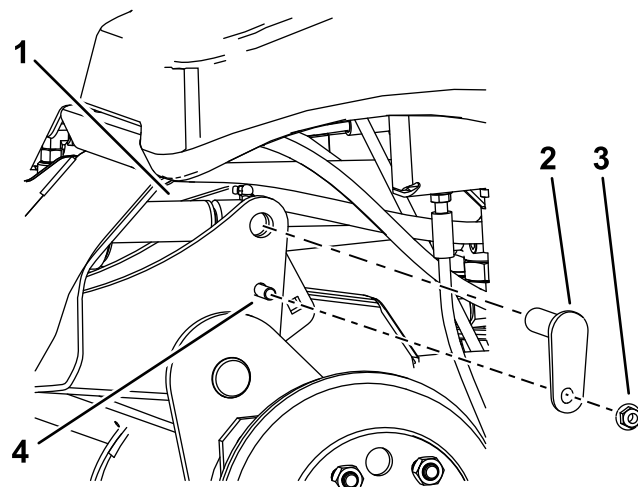

Figure 9
- C. À l'aide d'un pointeau, alignez les trous des tiges de vérin et les trous des bras de levage (Figure 9).
- D. Avec 2 boulons ($\frac{3}{8}$ " x $1\frac{1}{4}$ "), 2 écrous ($\frac{3}{8}$ ") et 2 petits axes, fixez les bras de levage aux vérins (Figure 9).